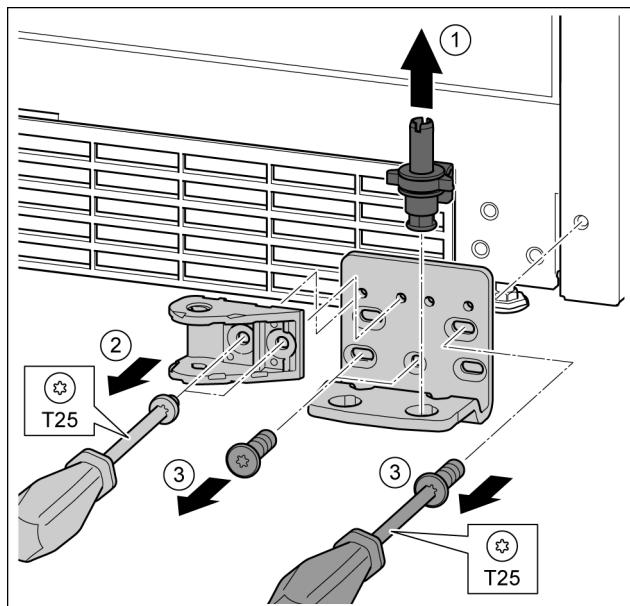

Fig. 30
► 将轴承螺栓完全向上拉出。Fig. 30 (1)
► 用 T25 螺丝刀将螺钉旋开并取下关门阻尼器连接装置。Fig. 30 (2)
► 用 T25 螺丝刀将螺钉旋开并取下托架 Fig. 30 (3)